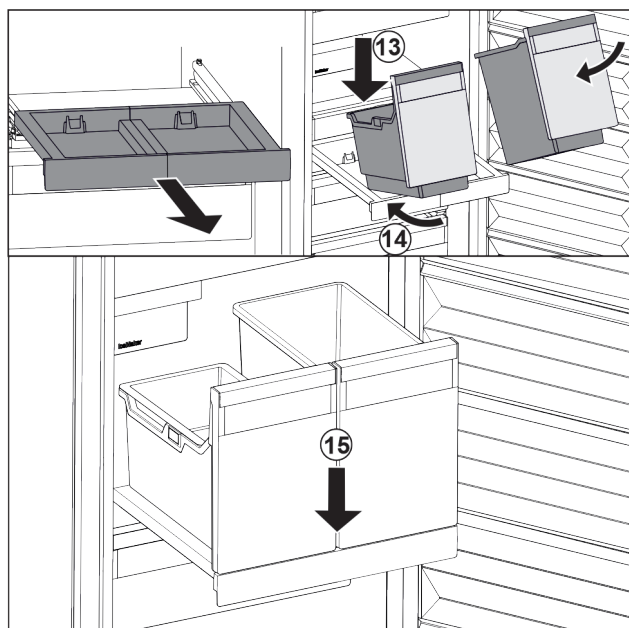

Fig. 106
- ▶ Założyć pojemnik pod skosem na wysuwaną półkę. Fig. 106 (13)
- ▶ Wsunąć pojemnik pod skosem do tyłu. Fig. 106 (14)
- ▶ Osadzić pojemnik z przodu. Fig. 106 (15)